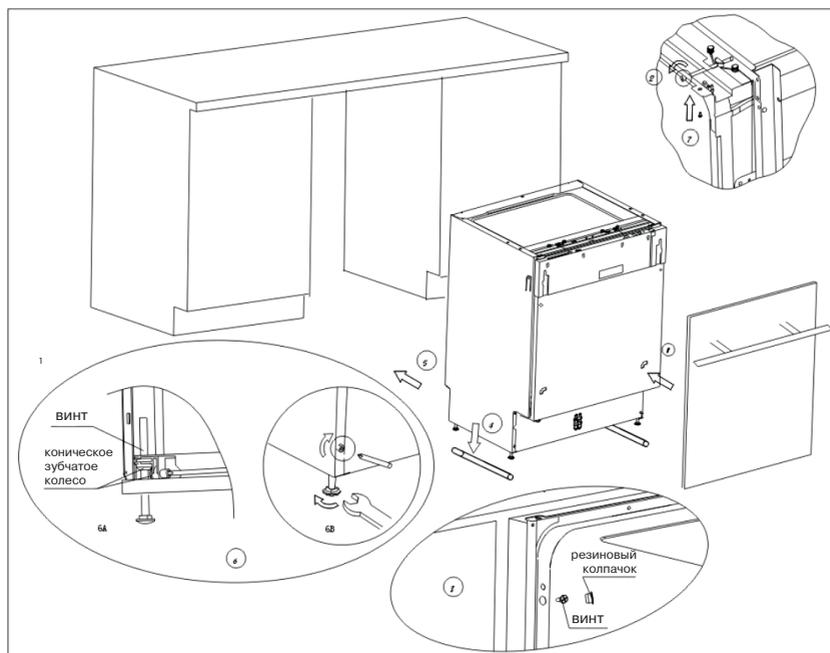

Рис. 7. Последовательность установки посудомоечной машины.
1. Используя скобы, прикрепите декоративную дверцу от вашей мебели к дверце машины (см. п.1 на рис. 7).
2. Отрегулируйте натяжение пружин дверцы при помощи торцевого ключа, поворачивая его по часовой стрелке для натяжения пружины и против часовой стрелки для того, чтобы ослабить пружины дверцы. Невыполнение данной операции может привести к повреждению посудомоечной машины (см. п. 2 на рис. 7).
6. Поместите посудомоечную машину на направляющие (см. п. 4 на рис. 7).
9. Выровняйте машину. Задние ножки можно регулировать винтами, расположенными спереди (см. п. 6а на рис. 7). С помощью ключа
отрегулируйте передние ножки (см. п. 6в на рис. 7).
А. Если у Вас столешница из дерева или ДСП, прикрутите машину к ней шурупными по дереву, будьте осторожны, вес машины может вырвать шурупы из дерева (см. п. 7 на рис. 7).
В. Если у Вас мраморная или гранитная столешница используйте скобы, чтобы прикрепить машину к стенам соседней мебели, при этом необходимо закрыть винты резиновыми шляпками, чтобы не повредить столешницу (см. п. 8 на рис. 7).